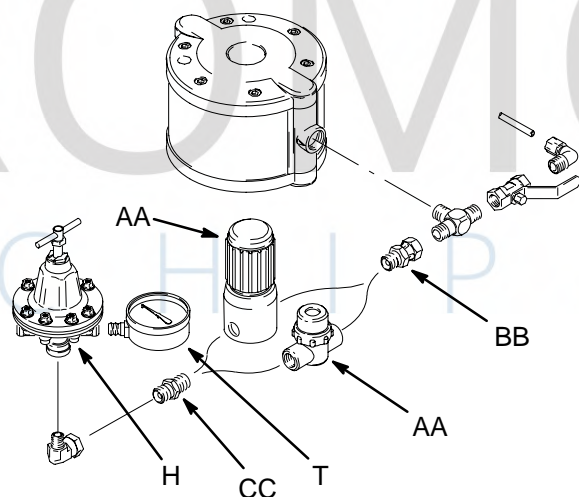

Fig. 2
Referitor la Fig. 2. Montați filtrul de fluid între orificiul de evacuare al pompei de fluid și racordul furtunului de lichid pistol. Dacă un regulator de fluid (H) este prezent, trebuie rotit astfel încât manometrul (T) v-a curăța filtrul